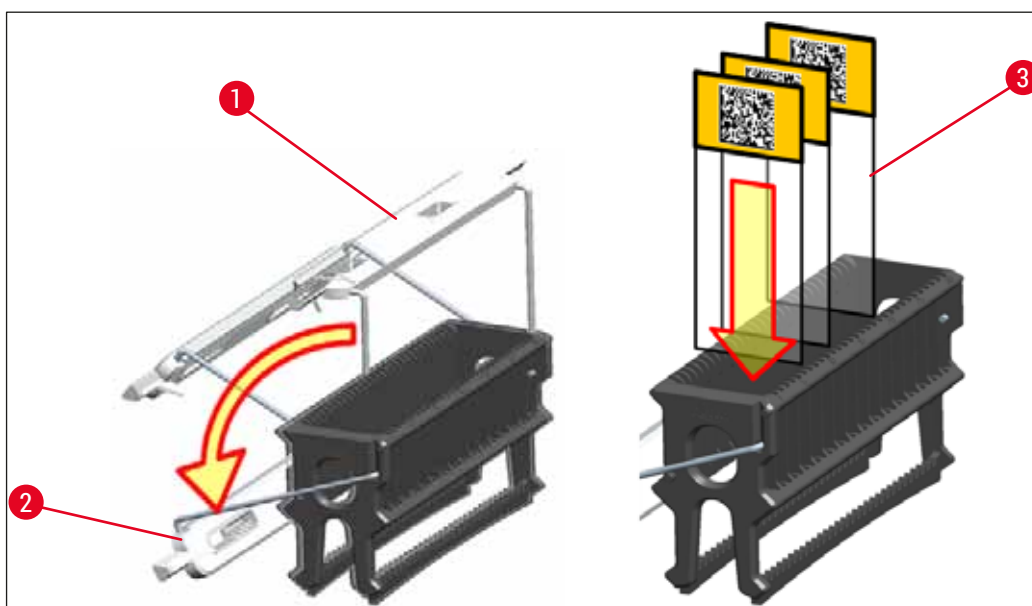

Fig. 83
- La parte delantera de la cesta está etiquetada con el logotipo de Leica. Con el asa montada, se puede leer "FRONT" (delante) si se mira el asa (→ "Fig. 83").
1. Ponga el asa de cesta en posición vertical (→ "Fig. 83").